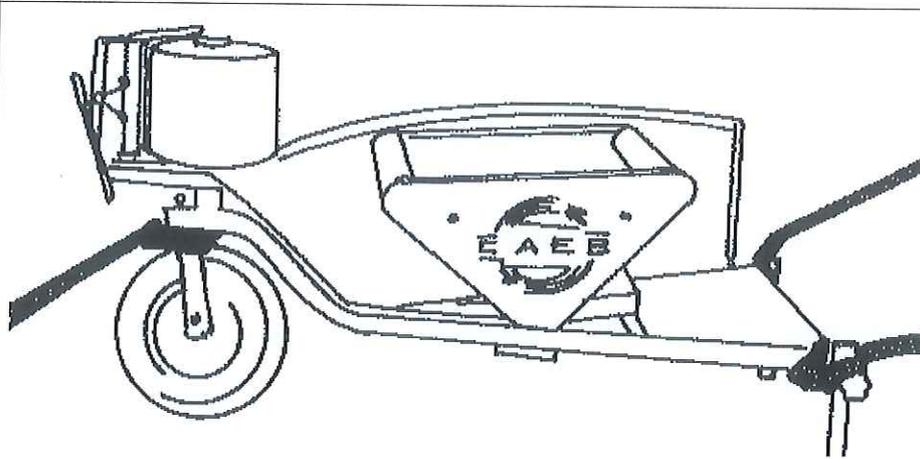

ABB. 14
4. Die geeignetsten Befestigungspunkte befinden sich auf dem Gestell in Nähe der Räder und in Nähe des Anschlussflansches (1,2,3), Abb. 14.